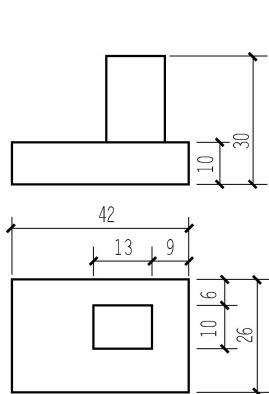
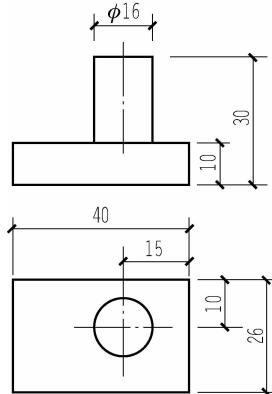

图 3-38 长方体的定位
图 3-39 圆柱体的定位
(1) 定型尺寸。定型尺寸是用于确定物体各组成部分形状大小的尺寸。任何物体都有长、宽、高3个方向的尺寸，确定基本几何体的定型尺寸应按这3个方向来标注。
(2) 定位尺寸。定位尺寸是用于确定各基本形体之间相对位置的尺寸。如图3-38所示的9和6、图3-39所示的15和10，分别确定了长方体和圆柱体的左右、前后方向的位置。